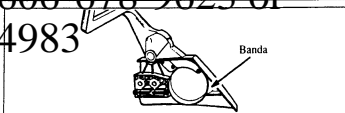

Figure 34
2. **Nettoyer soigneusement tout le mécanisme** tous les 10 réservoirs de carburant ou toutes les 5 heures de fonctionnement, selon ce qui survient en premier. *Ne pas laisser l'huile ou la graisse aller sur la bande ou le tambour.* Figure 34.